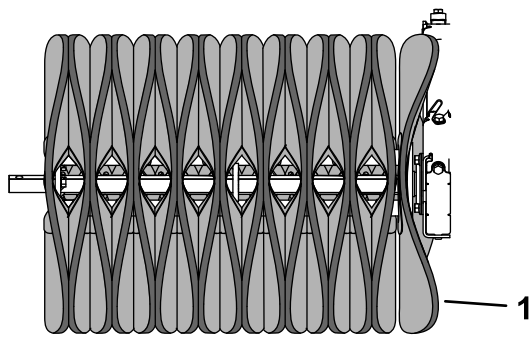

Figure 27
15. Continuez de glisser les segments sur l'axe, en faisant tourner les ergots autour de l'axe et en alternant la direction de la courbe des segments jusqu'à ce que tous les segments soient en place (Figure 27).